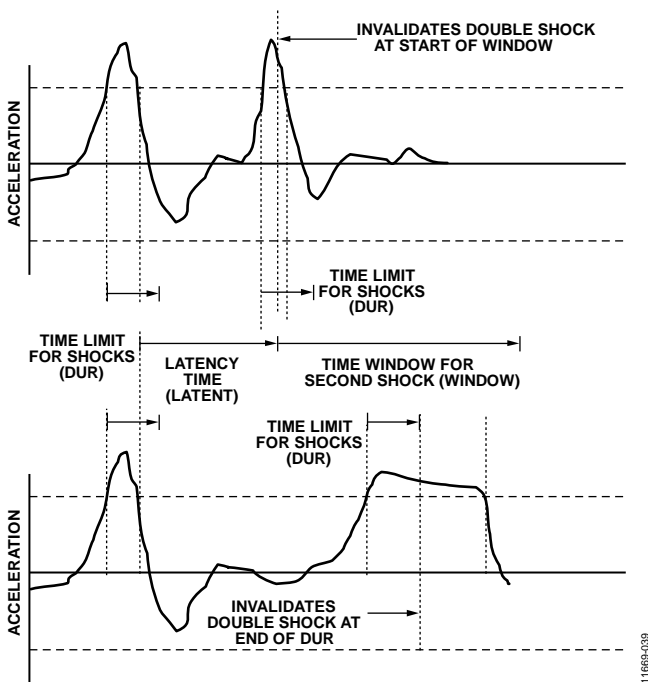

图35. 无效双击冲击中断功能
- 如果第二次冲击(由窗口寄存器设置)的时间窗口开始时, 检测到加速度在阈值以上, 双击事件也失效, 因而窗口起始处的双击冲击无效(见图35)。
- 如果加速度超过冲击的时间限制(由DUR寄存器设置), 双击冲击事件也可能失效, 导致第二次冲击事件的DUR时间限制结束时双击冲击无效(如图35所示)。